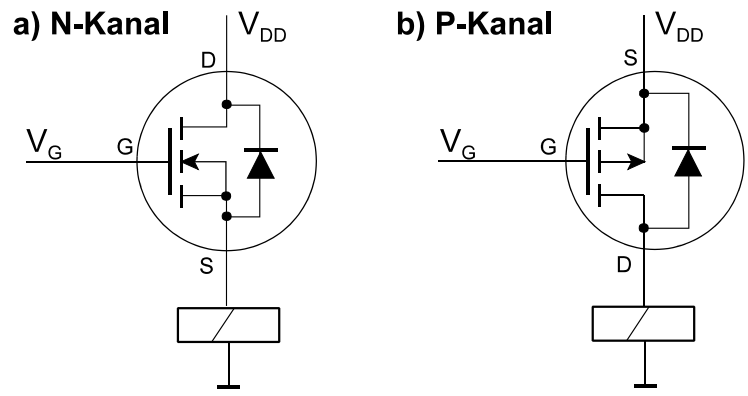

Abb. 2
10. Abb. 2 zeigt einen FET als Leistungsschalter, der ein Relais ansteuert. Die Betriebsspannung V_{DD} betrage 48 V. Wir betrachten zwei Auslegungen, a) mit einem N-Kanal-Typ und b) mit einem P-Kanal-Typ. Die Kennwerte sollen, von der Polung abgesehen, Abb. 1 entsprechen.
11. Wie schließen Sie in der Schaltung von Abb. 2 eine Freilaufdiode an?
12. Die Anordnung von Abb. 2 ist von einem Mikrocontroller aus anzusteuern, der einen Spannungshub von 1,8 V liefert. Suchen Sie sich die einfachere der beiden Varianten a) und b) aus und geben Sie eine Ansteuerschaltung an (nur Prinzipschaltung + Erläuterung; keine Dimensionierung).